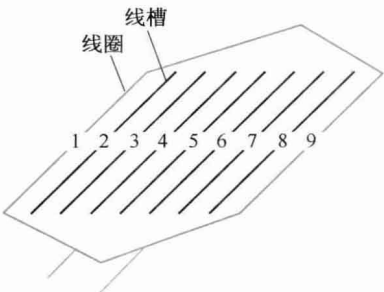

图 1-2 线圈节距与槽距
(2) 节距  $y_1$ 。节距就是每个线圈分布在铁心槽内,其两条有效边所相隔的槽数。 $y_1 = \tau$  称为整距绕组; $y_1 < \tau$  称为短距绕组。如三相 4 极 36 槽电动机,极距  $\tau = Z_1 / 2p = 36 / 4 = 9$ 。当采用整距绕组时, $y_1 = \tau = 9$ ,这时,线圈的两条有效边应嵌在第 1 槽到第 10 槽中;当采用短节距时, $y_1 = 8 < \tau$ ,这时,线圈的两条有效边应嵌在第 1 槽到第 9 槽中,如图 1-2 所示。短距绕组端部较短,能改善电动机的电磁性能,故采用较多。